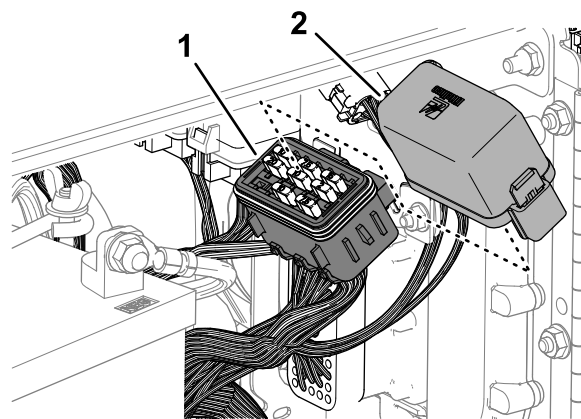

Figura 172
2. Retire la cubierta del bloque de fusibles (Figura 172).